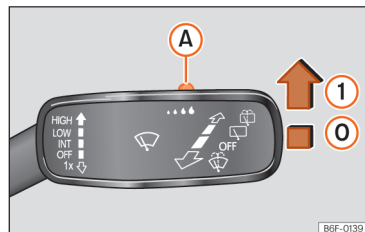

Abb. 78 Scheibenwischerhebel: Regensensor (A) einstellen.
Der aktivierte Regensensor steuert selbstständig die Scheibenwischer-Intervalle in Abhängigkeit von der Stärke des Niederschlags »» ⚠. Hebel in die gewünschte Position drücken »» (Abb. 78).
- ① Regensensor deaktiviert.
- ① Regensensor aktiv – automatisches Wischen bei Bedarf.
Nach dem Aus- und Wiedereinschalten der Zündung bleibt der Regensensor aktiviert und funktioniert wieder, wenn der Scheibenwischerhebel in der Position »» [Abb. 78] ① steht und schneller als 16 km/h [10 mph] gefahren wird.